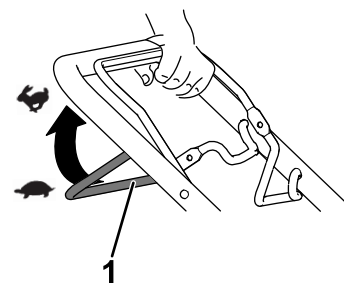

Figure 12
- Pour engager l'autopropulsion, serrez et maintenez la barre d'autopropulsion contre le guidon (Figure 12).